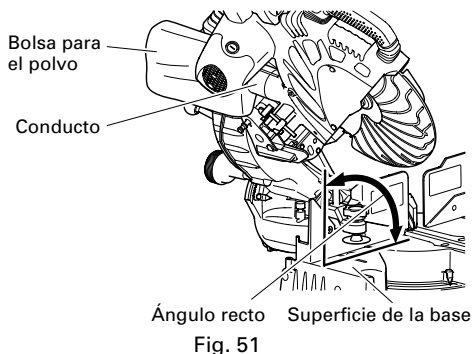

Fig. 51
- (1) Cuando la bolsa para el polvo esté llena de polvo, dicho polvo saldrá soplado de la bolsa para el polvo cuando gire la hoja de sierra. Compruebe periódicamente y vacíe la bolsa para el polvo antes de que se llene.
- (2) Durante el corte en bisel y compuesto, fije la bolsa para el polvo en ángulo recto con relación a la superficie de la base como se muestra en la Fig. 51.